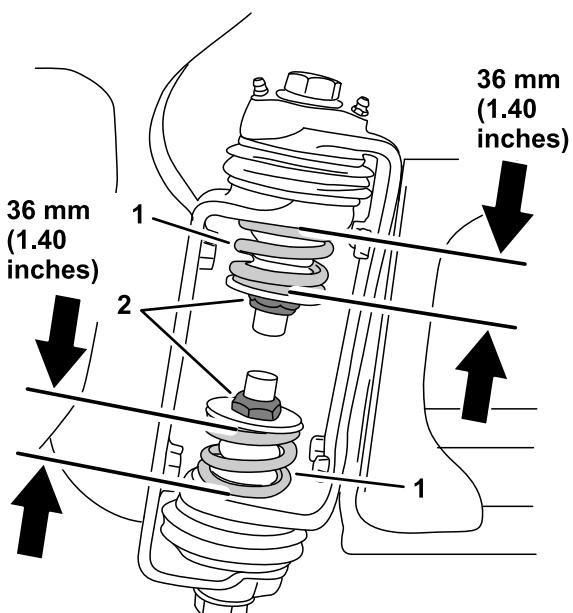

Figura 6
6. Na dobradiça da rampa, meça a compressão das molas superior e inferior enquanto as rampas estão na sua posição estendida (Figura 6).